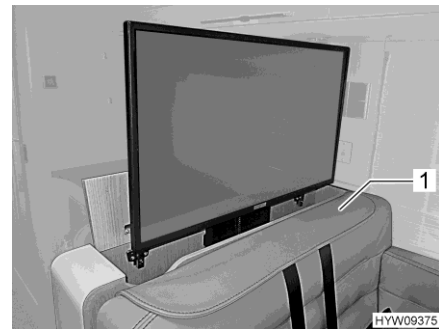

Bild 102 Flachbildschirm (ausgefahren)
- Beiliegende Abdeckung (Bild 102,1) in den Kopfstützenschacht einlegen.